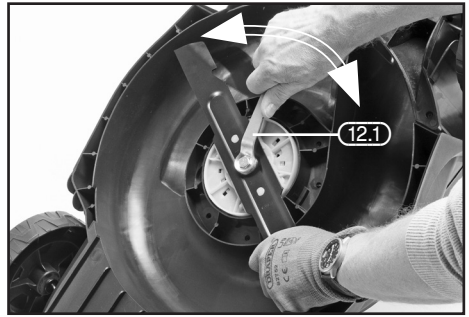

FIG.7
8.7 ENSURE BLADE BOLT IS TIGHT – FIG.7